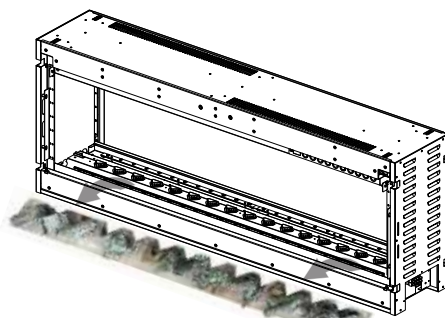

Fig. 4-7
- Retirez l'ensemble de bûche (**Fig. 4-7**).